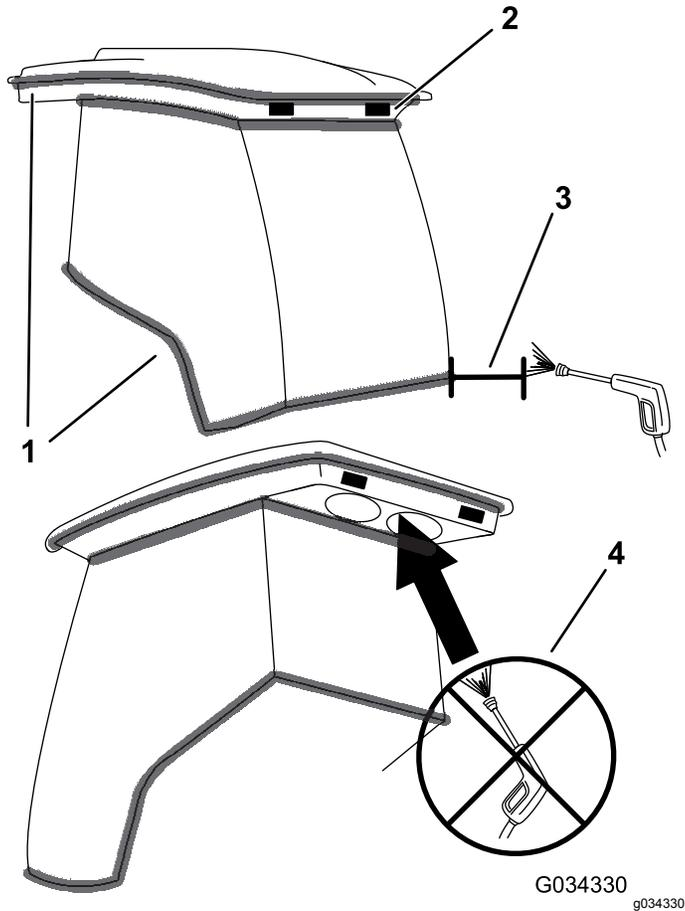

Figure 141
**Important:** Faites attention près des joints de la cabine et des éclairages (Figure 141). Si vous utilisez un nettoyeur haute pression, n'approchez pas le jet à moins de 60 cm de la machine. N'utilisez pas le jet haute pression directement sur les joints et les éclairages de la cabine ni sur l'avancée arrière.